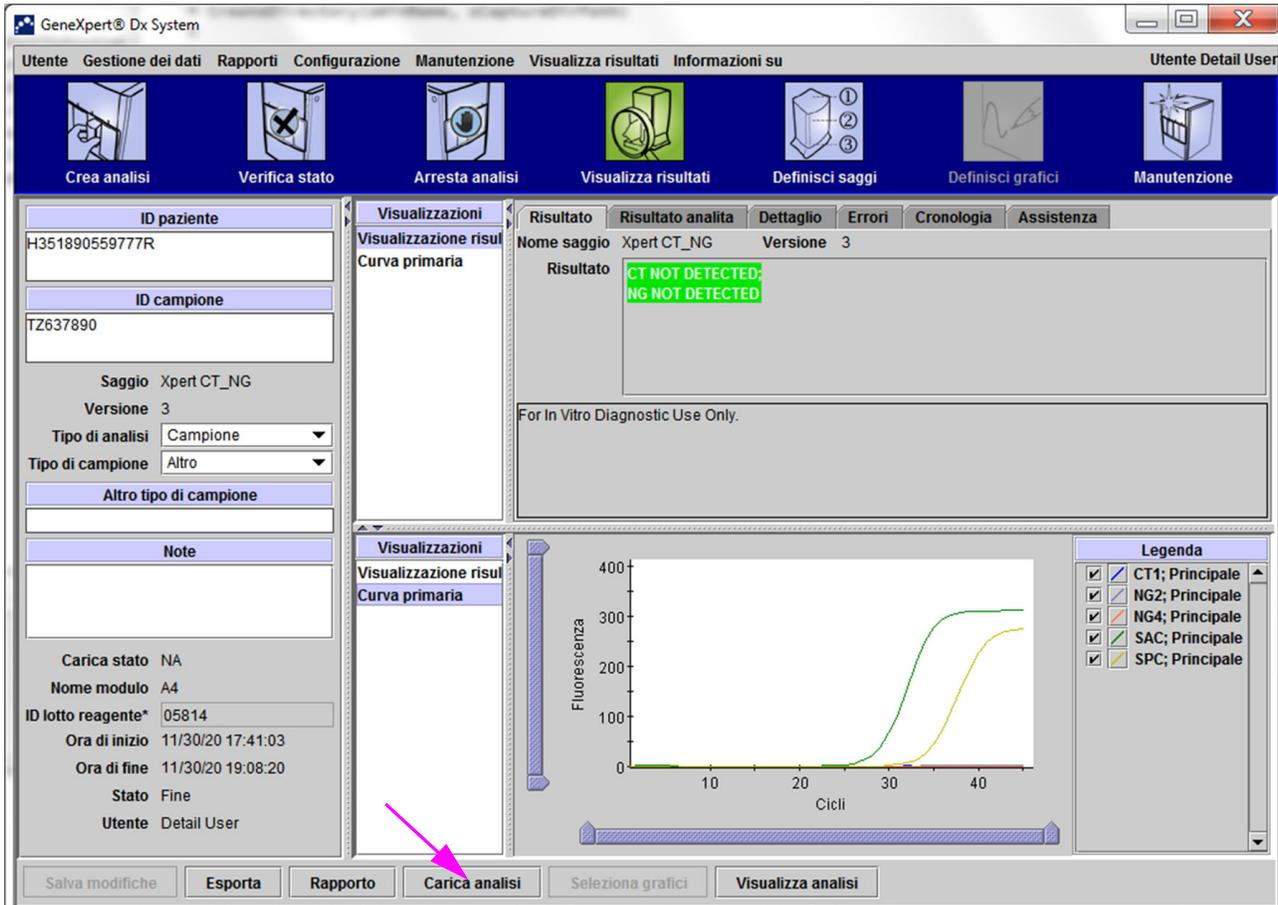

Figura 5-69. Caricamento dei risultati dei test sull'host
1. Nella finestra GeneXpert Dx System, fare clic su **Archivia analisi** nel menu **Gestione dei dati**. Verrà visualizzata la finestra di dialogo Seleziona le analisi da archiviare. Vedere la Figura 5-69.
- Selezionare i test che si desidera archiviare. Selezionare la casella di controllo adiacente a ciascuno dei test da archiviare. Vedere la Figura 5-69. È possibile selezionare singoli test, uno ad uno, oppure selezionare più test facendo clic su uno dei seguenti pulsanti situati nella parte inferiore della schermata Seleziona le analisi da archiviare:
Selezionando la casella di controllo **ID mascherati (Cloak IDs)** in alto a sinistra nella finestra di dialogo Seleziona le analisi da archiviare (Select Test(s) To Be Archived) (vedere la Figura 5-69), , vengono mascherate tutte le informazioni relative agli ID dei campioni e dei pazienti.